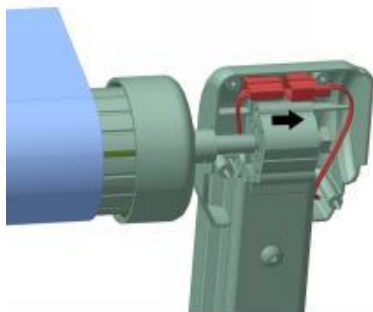
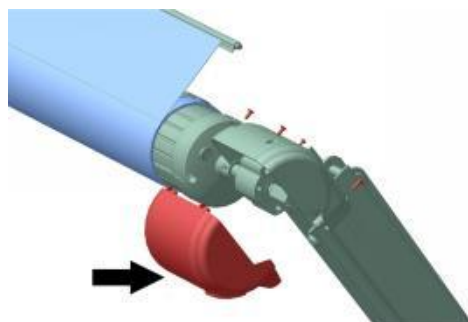

Figure D15
Figure D16
3.7.1 Placez le cache décoratif sur le bras de pliage côté moteur (Figure D15), connectez le câblage du moteur et remettez le cache décoratif en place. (Figure D16)